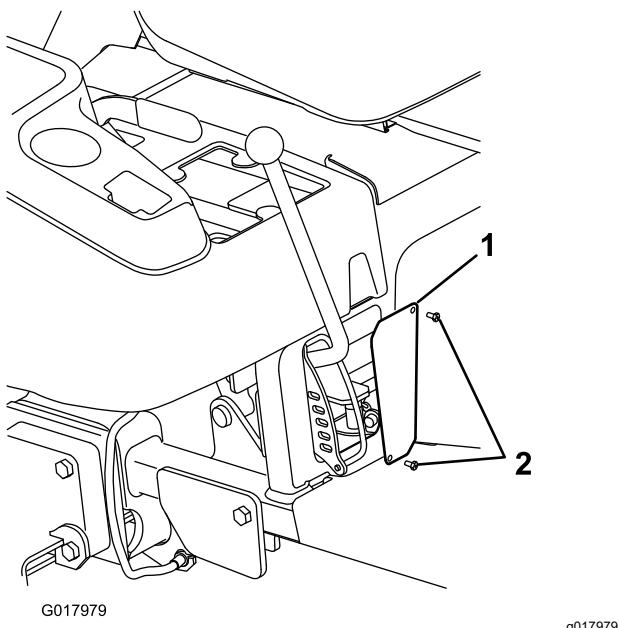

Figura 9
1. Instale la rejilla nueva en el **lado trasero** del hueco del bastidor con 2 tornillos de cabeza hexagonal con arandela prensada (Nº 10 x $\frac{1}{2}$ ") (Figura 9).